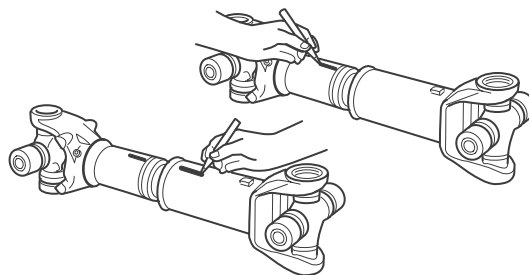

Figura 8.14
1. Marque las secciones del yugo deslizante y del eje deslizante para asegurarse de remontarlos en sus posiciones originales. Figura 8.14.